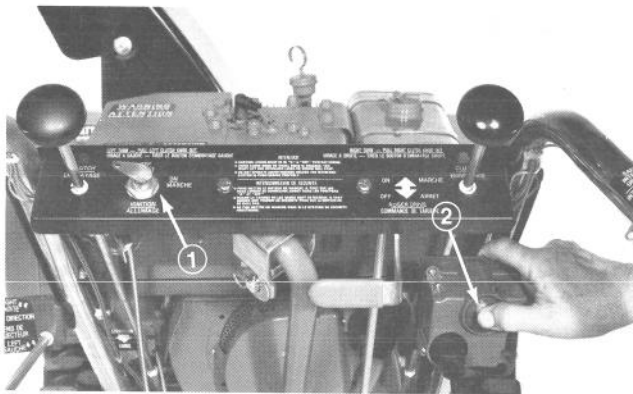

Figure 9
2. Réglez toutes les commandes au point mort. Mettez la commande des gaz en position de démarrage et le contacteur d'allumage sur CONTACT MIS, mettez le starter et appuyez sur le bouton de démarrage pour mettre la déneigeuse en marche (fig. 9).